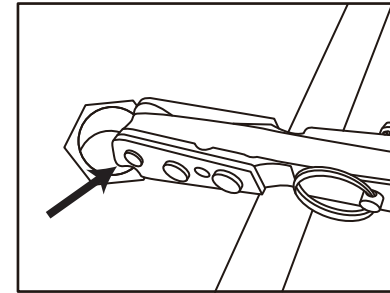
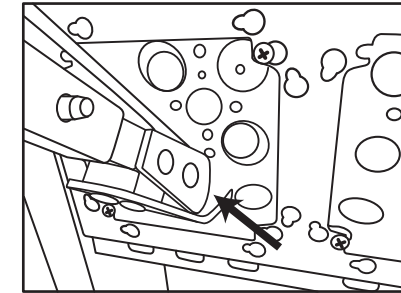

Fig. 10
Fig. 11
1. Coloque el rodillo delantero (7) contra el borde del conducto o la caja de tracción (Fig. 10), el uso del adaptador de conducto extraíble (8) (Fig. 11) se puede usar para bloquear el extractor alrededor de conductos de tamaño pequeño, el uso de la muesca recorte en el soporte el rodillo delantero (7) que permitirá al usuario bloquear la extensión frontal (6) contra el borde de la mayoría de las cajas de conductos o paneles. Arranque el extractor presionando el gatillo en un taladro de 18 voltios. El motor de perforación trabajará hacia adelante o hacia atrás dependiendo de la dirección de la envoltura de la cuerda en el cabrestante (1). Arranque el motor del taladro manual lentamente para eliminar cualquier holgura antes utilizar alta velocidad.